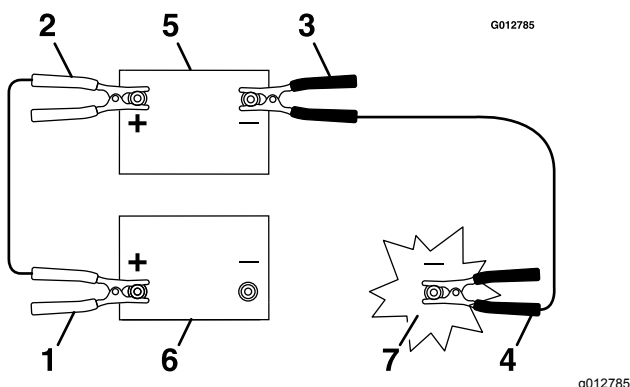

Figura 37
3. Conecte el cable positivo (+) al borne positivo (+) de la batería descargada que está conectado al motor de arranque o al solenoide, según se indica en Figura 37.